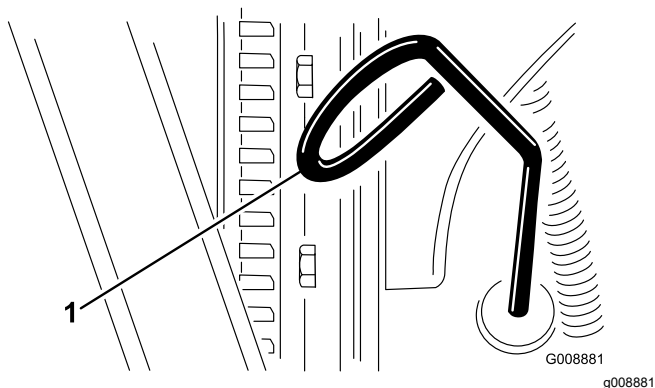

Figura 25
2. Retire a vareta (Figura 25) e limpe-a com um pano limpo.